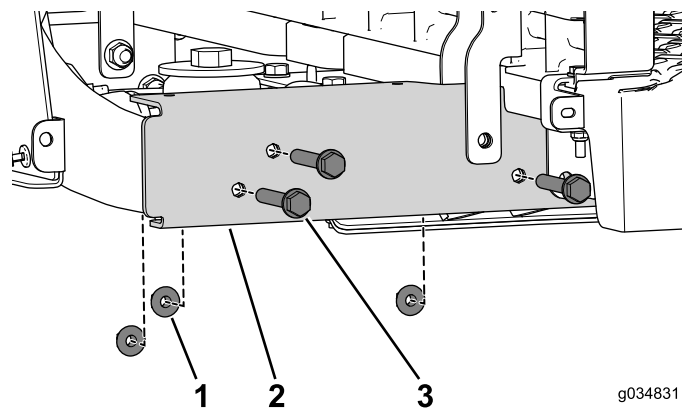

Bild 17
4. Entfernen Sie die drei Bundbolzen ($\frac{3}{8}$ " x $2\frac{1}{2}$ ") und Muttern (Bild 17). Führen Sie dies an beiden Seiten der Maschine aus.